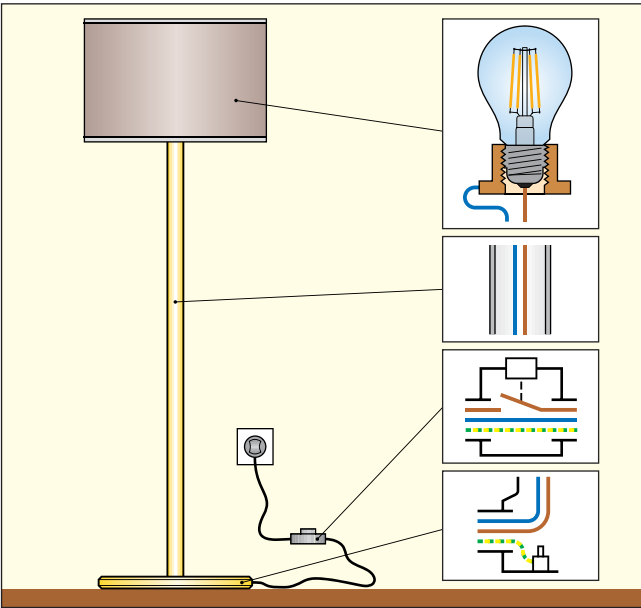

Bild 1: Fehlersuche an einer defekten Stehleuchte
In einer Elektrowerkstatt ist eine Stehleuchte zur Reparatur abgegeben worden. Die Stehleuchte (Bild 1) mit eingeschraubter Lampe leuchtet nicht mehr und soll auf mögliche Fehlerquellen untersucht werden.
1. Diskutieren Sie mit Ihrem Tischnachbarn über mögliche Fehlerursachen und listen Sie eventuelle Ursachen für das Nichtleuchten der Stehleuchte (Bild 1) auf.